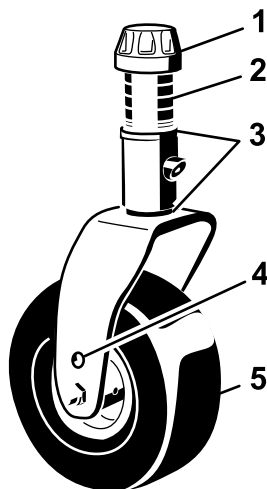

Figura 18
3. Retire a tampa de fixação do eixo roscado (Figura 18) e desloque o fuso para fora do